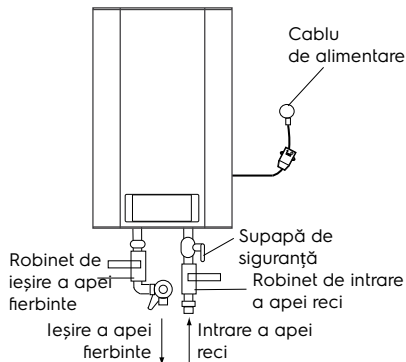

Fig. 9
- Supapa de siguranță trebuie instalată la orificiul de alimentare cu apă (vezi fig. 9).